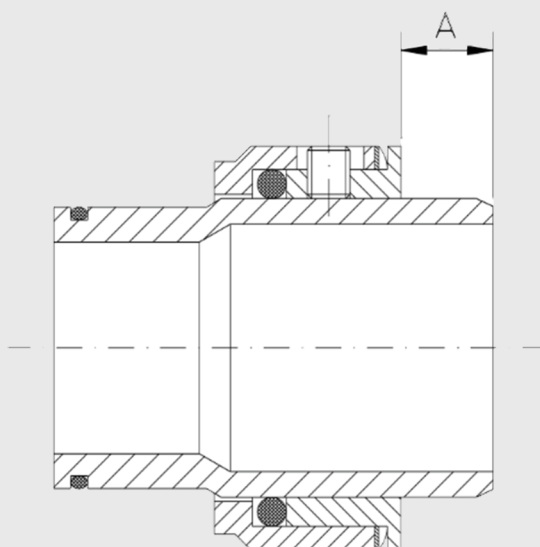

Figura 8.2
- Al desmontar la tapa cierre -cartucho- (09), según el apartado anterior, la parte fija del cierre (08A) sale del cuerpo. Esta cara se ha asegurado para que no gire simultáneamente con el eje. Compruebe que no estén dañadas la cara de roce y las juntas tóricas. La parte giratoria del cierre (08) queda colocada en la camisa eje.
- Si se aflojan los tornillos del anillo de ajuste del cierre mecánico, hay que reajustarlo en el sitio apropiado durante el montaje; ver figura 8.2. y la tabla 8.2. Luego, pueden igualmente ponerse la cara giratoria con la junta tórica y el muelle en la camisa.